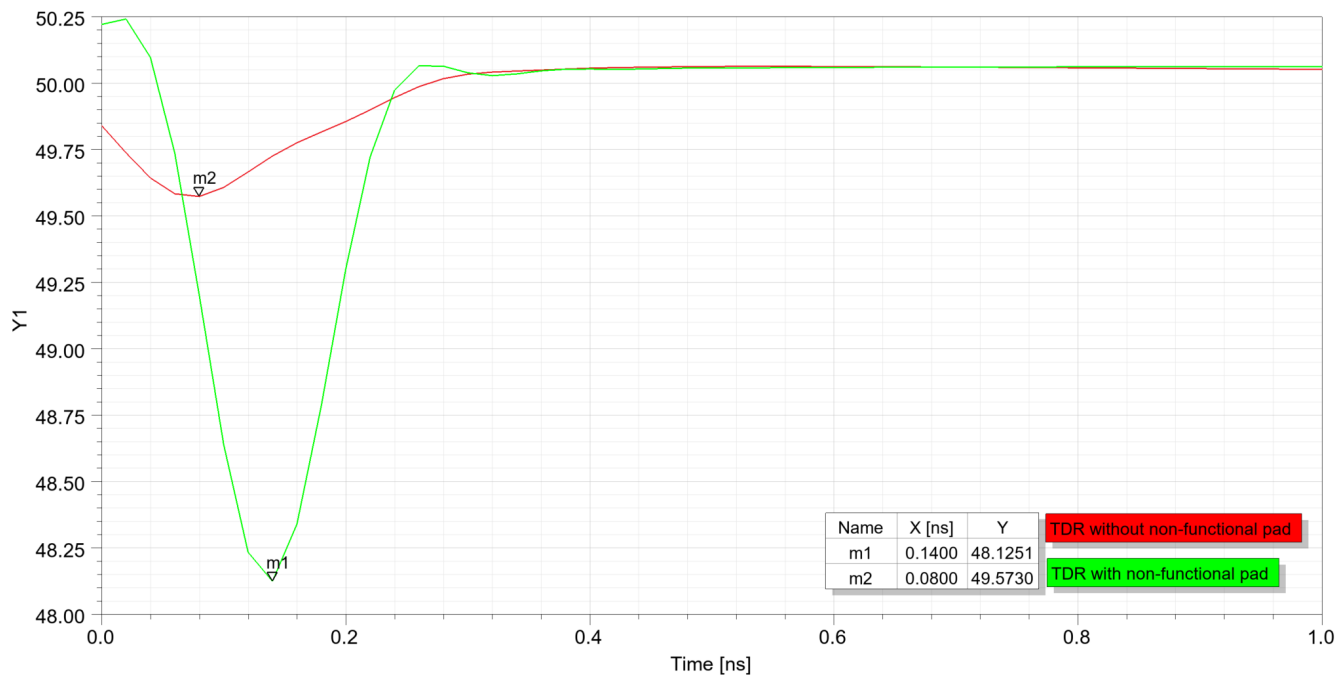

図 3-12. NFP ありとなしの TDR インピーダンス比較
- 図 3-12: NFP あり/なしの TDR インピーダンス シミュレーション結果